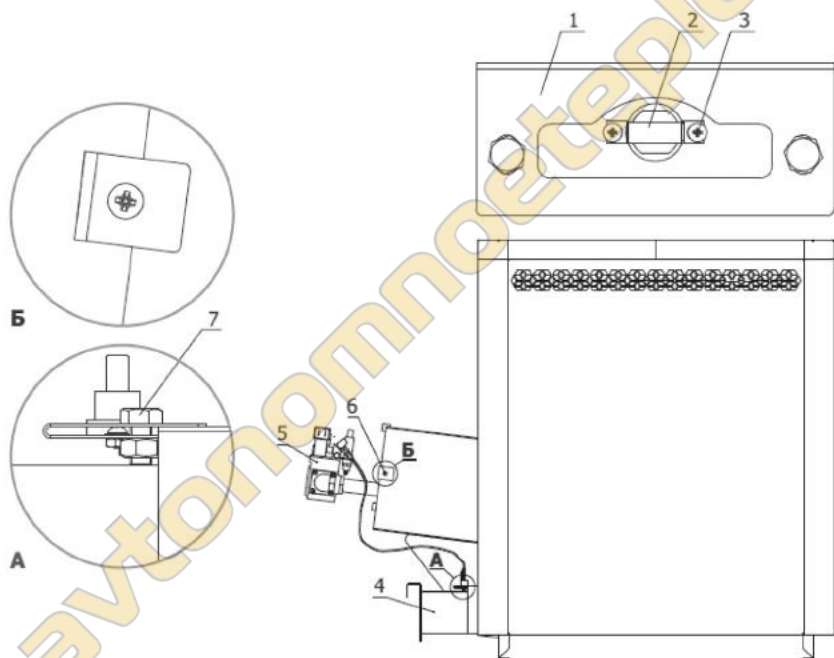

Рис. 5 Схема установки горелки газовой
4. установить скобу крепления датчика тяги на крышку корпуса зольника как показано на виде А, и закрепить путем затяжки винтов М6х12 поз. 7 (см. Рис.5);